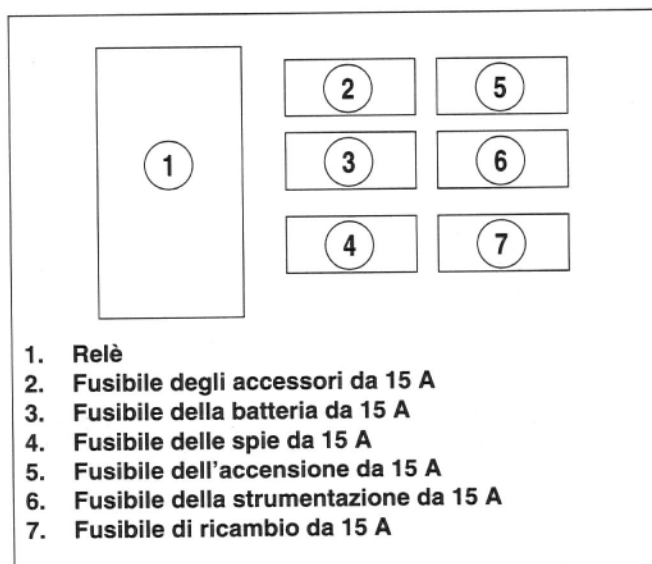

**Figura 55. Fermo del coperchio laterale**
2. Vedere la Figura 55. Tirare delicatamente il lato superiore del coperchio sinistro allontanandolo dai fermi. Staccare il coperchio dal telaio (non occorrono attrezzi).
1. Vedere la Figura 55. Tirare delicatamente il lato superiore del coperchio sinistro allontanandolo dai fermi. Staccare il coperchio dal telaio (non occorrono attrezzi).